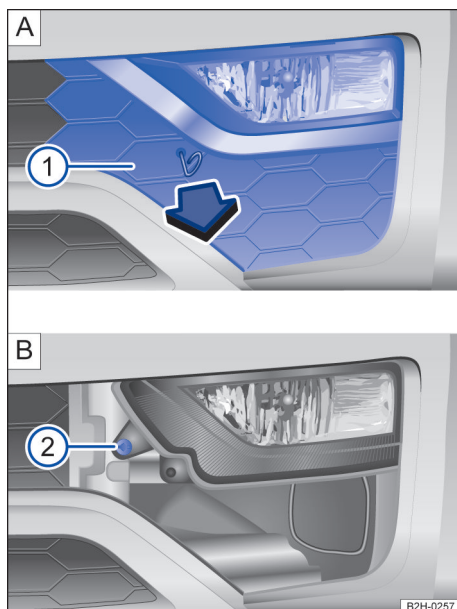
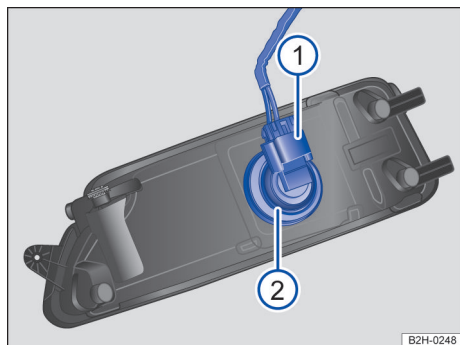

Fig. 149 No para-choque dianteiro à direita: desinstalar o farol.
Fig. 150 Substituir a lâmpada incandescente do farol.
→ Fig. 149 e → Fig. 150
- ① Observar e executar a lista de controle → Página 206.
- ② Retirar o gancho extrator das ferramentas de bordo e encaixar na abertura da cobertura → Fig. 149 . Remover a cobertura  para frente no sentido da seta e, se for o caso, deixá-la suspensa cuidadosamente no cabo do sensor do auxílio de estacionamento.
- ③ Remover o parafuso de fixação → Fig. 149  com a chave de fenda das ferramentas de bordo → Página 202.
- ④ Rebater o farol um pouco para frente e retirá-lo dos apoios laterais.
- ⑤ Destravar e retirar o conector → Fig. 150 .
- ⑥ Girar o suporte de lâmpadas na direção da seta até o batente no sentido anti-horário e retirar com a lâmpada incandescente → Fig. 150 .
- ⑦ Substituir a lâmpada incandescente queimada por uma lâmpada incandescente nova do mesmo modelo.
- ⑧ Encaixar o suporte da lâmpada no farol e girar no sentido horário até o batente.
- ⑨ Encaixar o conector → Fig. 150  no suporte da lâmpada . O conector deve encaixar audivelmente.
- ⑩ Encaixar o farol nos alojamentos e rebater para trás.
- ⑪ Apertar o parafuso de fixação → Fig. 149  com a chave de fenda.
- ⑫ Encaixar a cobertura no para-choque → Fig. 149  .